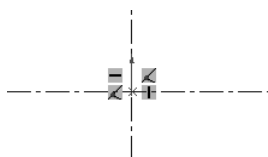

图 2.12.2 绘制中心线
Step 2 绘制中心线。选择下拉菜单 **工具(T)** → **草图绘制实体(E)** → **中心线(C)** 命令, 在图形区绘制图 2.12.2 所示的中心线。